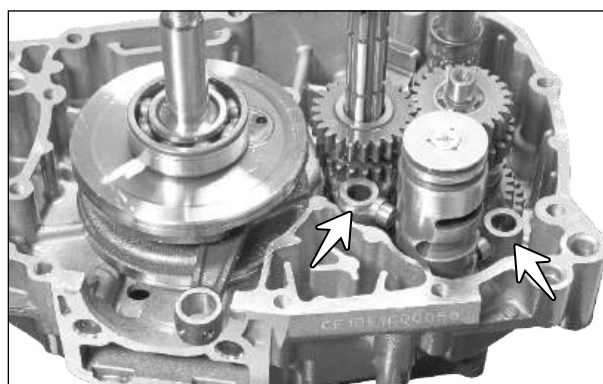

Fig. 3.135
- Desencaixe o garfo do seletor de marchas de baixa velocidade e o garfo de alta velocidade (setas) junto com os roletes espaçadores das canaletas do came do seletor de marchas. (Fig. 3.135)